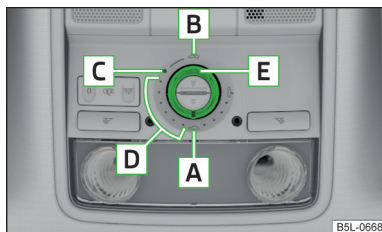

Fig. 23
- Dacă bateria a fost de exemplu deconectată și apoi reconectată, se poate întâmpla ca trapa glisantă/rabatabilă să nu funcționeze. Apoi aduceți comutatorul rotativ în poziția comutatorului **A** » fig. 23 la pagina 46, trageți de degajare și mențineți-l înspre în jos și înspre în față. După aprox. 10 secunde trapa glisantă/rabatabilă se deschide și se închide la loc. Abia după aceea eliberați comutatorul rotativ.
- Dacă bateria a fost de exemplu deconectată și apoi reconectată, se poate întâmpla ca ruloul parasolar să nu funcționeze. Rotiți apoi comutatorul în poziția **A** » fig. 23 la pagina 46, apăsați tasta  » fig. 24 la pagina 46 și mențineți-o apăsată. După aproximativ 10 secunde ruloul parasolar se deschide și se închide la loc. Abia după aceea eliberați comutatorul rotativ.
► Rotiți comutatorul în poziția **C** » fig. 23.
► Rotiți comutatorul într-o poziție în zona **D** » fig. 23.
► Rotiți comutatorul în poziția **B** » fig. 23 și mențineți-l în această poziție (poziția asistată de arc).
► Rotiți comutatorul în poziția **A** » fig. 23.
Trapa glisantă/rabatabilă este prevăzută cu un dispozitiv de limitare a forței. Trapa glisantă/rabatabilă se oprește și revine câțiva centimetri, dacă nu poate fi închisă datorită unui obstacol (de ex. gheață). Trapa glisantă/rabatabilă poate fi închisă în totalitate fără limitarea forței, prin tragerea de degajarea **E** » fig. 23 a comutatorului înspre în jos și înspre în față, până când trapa glisantă/rabatabilă este închisă complet » .